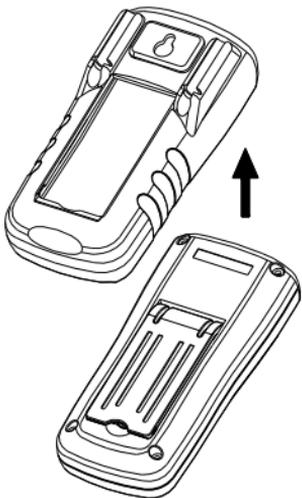
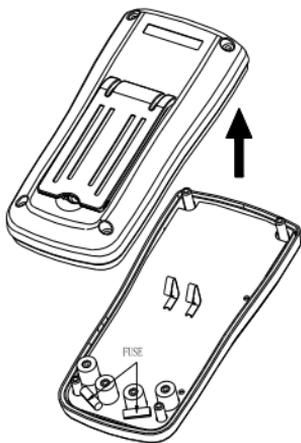

Figure 1
Figure 2
2. Retirez le capuchon protecteur (Figure 1), enlevez les quatre vis à l'aide d'un tournevis à lame standard, puis retirez le couvercle (Figure 2).